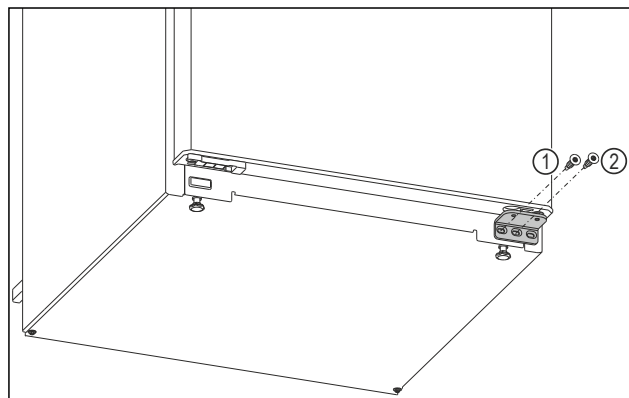

Fig. 6
- Në bazamentin mbështetës poshtë, lironi vidën e brendshme me një kaçavidë Torx 20. Fig. 6 (1)
- Në bazamentin mbështetës poshtë, lironi vidën e mesit me një kaçavidë Torx 20. Fig. 6 (2)